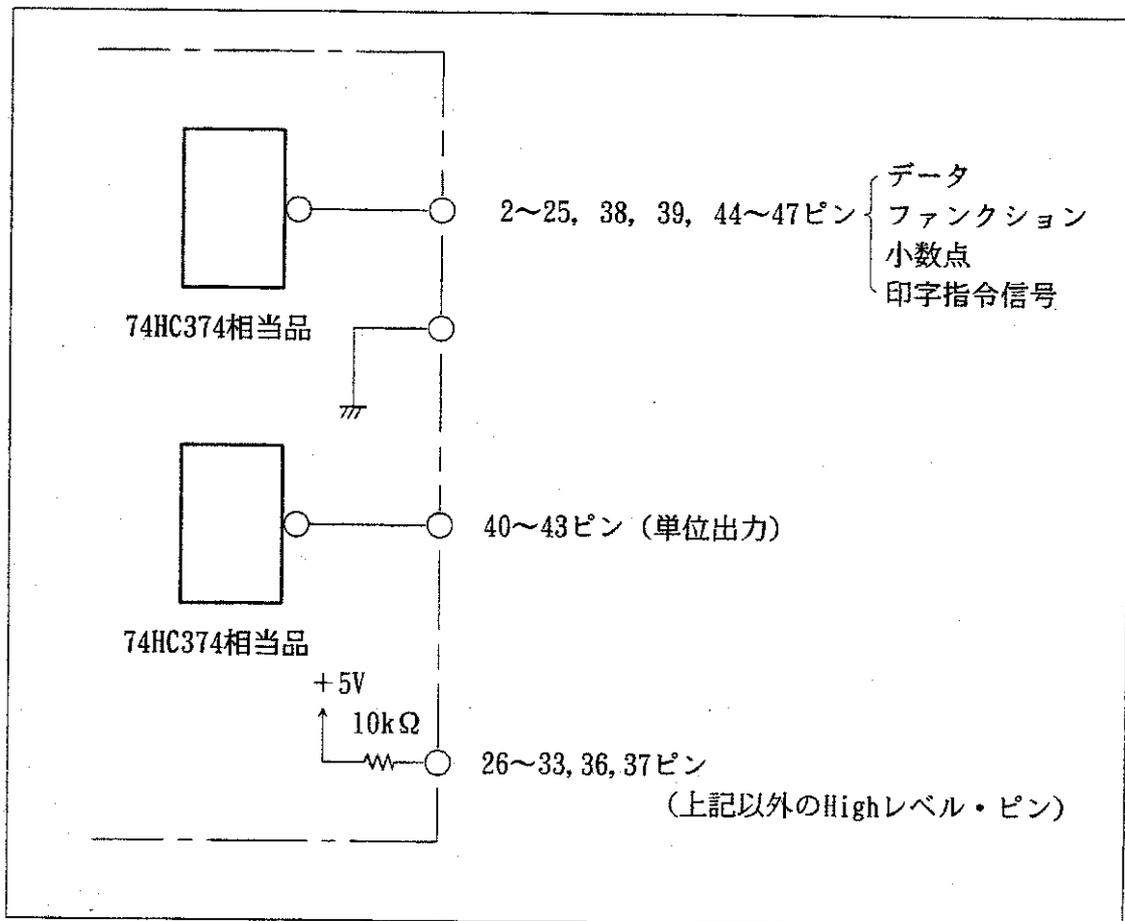

図6-3 TR13008の出力回路
1. 接続する機器の入力レベルを確認して下さい。TR13008 の出力回路を図6-3に示します。